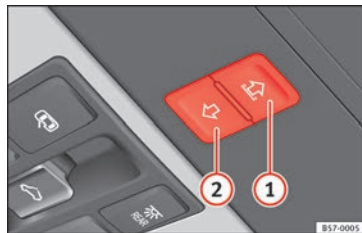

Abb. 137 In der Dachinnenverkleidung: Tasten des Sonnenschutzrollos.
Die Taster » **Abb. 137** **(1)** und **(2)** haben zwei Stufen. In der ersten Stufe kann das Sonnenrollo ganz oder teilweise geöffnet oder geschlossen werden.
- *Sonnenschutzrollo*: bevor ca. [aquí viene el tiempo] verstreichen. 5 Sekunden ab der Aktivierung des Einklemmschutzes drücken Sie den Taster **»** **Abb. 137** , bis sich das Rollo vollständig schließt.